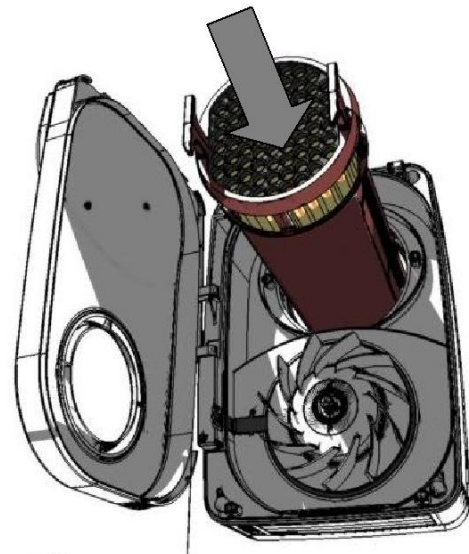

Fig.11
9) Steek de warmtewisselaar doorheen het chassis en in de muurkoker. (Fig. 11).